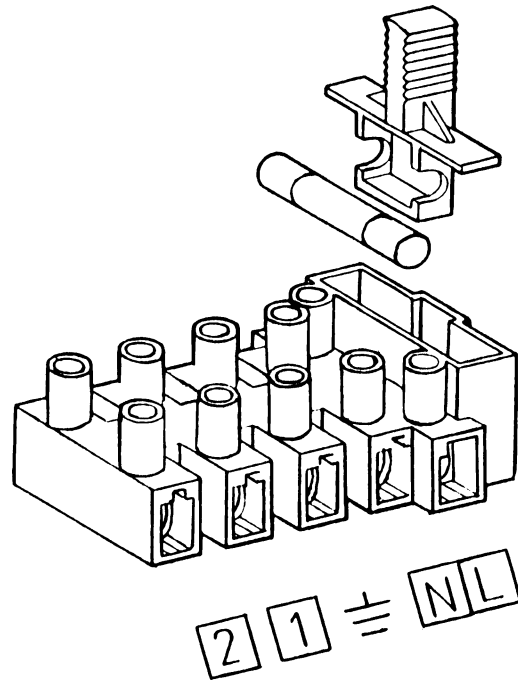

Figura 7
- accedere alla morsettiera di alimentazione (figura 7) come descritto al capitolo precedente;
- togliere il ponticello presente sui morsetti (1) e (2);
- acceder al tablero de bornes de alimentación (figura 7) como descrito en el capítulo precedente;
- remover el puente sobre los bornes (1) y (2);